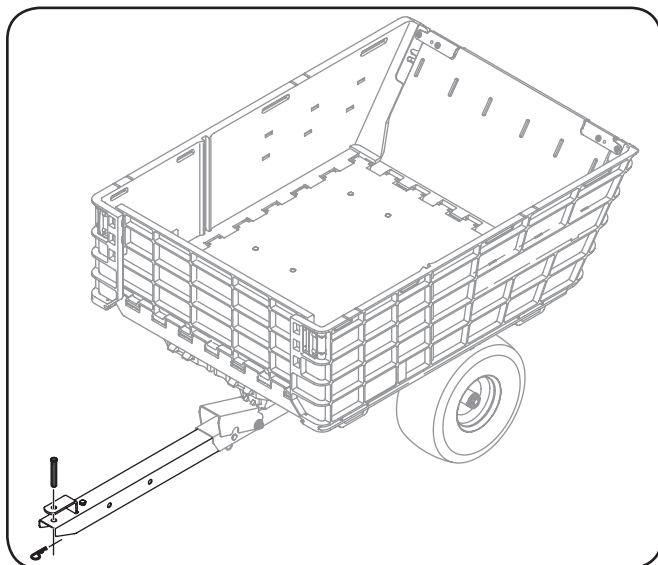

Figure 5-1
1. Retirez la goupille d'attelage et la goupille fendue de l'attache de remorque. Voir Figure 5-1.
2. Faites glisser l'attache de remorque dans le support de l'attache à l'arrière du véhicule de remorquage. Fixez l'attache avec la quincaillerie retirée à l'étape 1. Voir Figure 5-1.